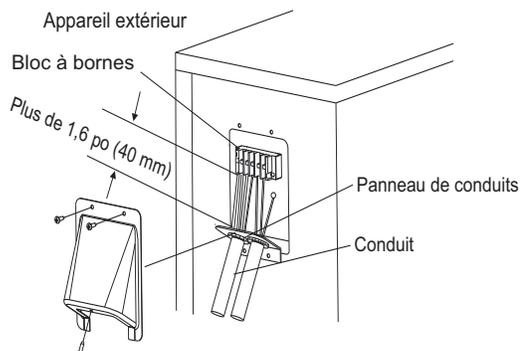

Figure 11 – Câblage sur place
5. Raccordez le conduit au panneau de conduits (consultez la figure 11).